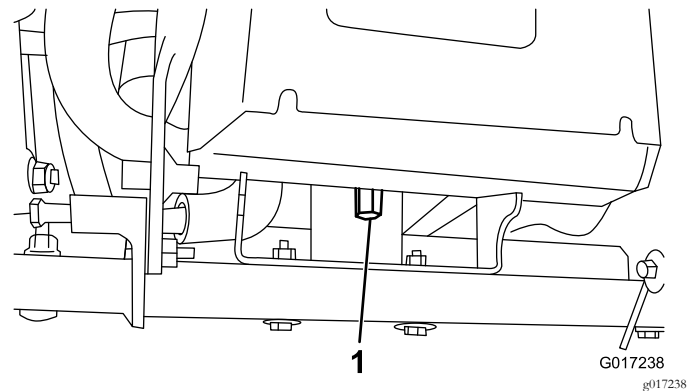

図 12
- バッテリーのベースの後部をマシンのフレームに固定している背の高いナットを外す【図 12】。